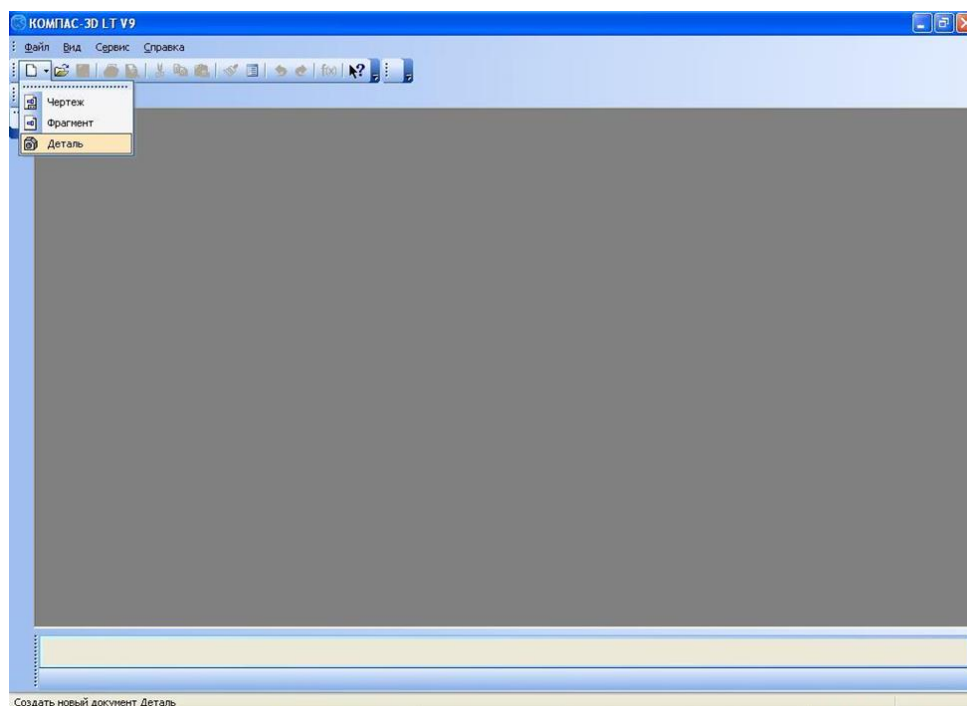

Рис.1
Перед Вами раскроется рабочее окно КОМПАС.(см. приложение рис.1)
*Учитель.* Перед Вами раскроется окно программы с рабочим полем, деревом построения детали и дополнительные панели. Давайте рассмотрим это окно и поговорим о том, что мы видим. (см. приложение рис.1)